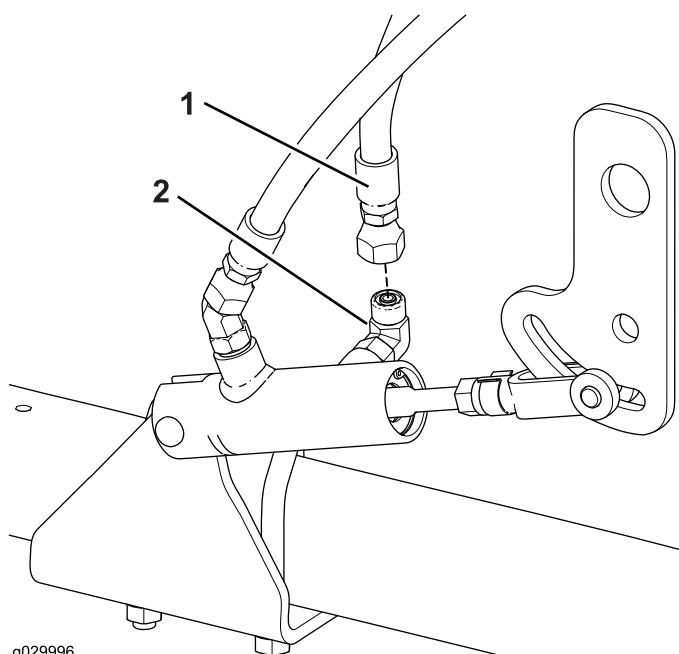

図 18
5. 長い油圧ホースのフィッティングストレートを、油圧シリンダのフィッティング90度に接続する図 18。